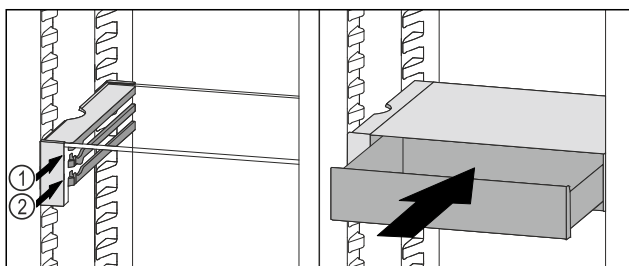

Fig. 136
- ▶ Asetage VarioSafe-sahtel peatajate taga soovitud ribile Fig. 136 (1) või Fig. 136 (2).